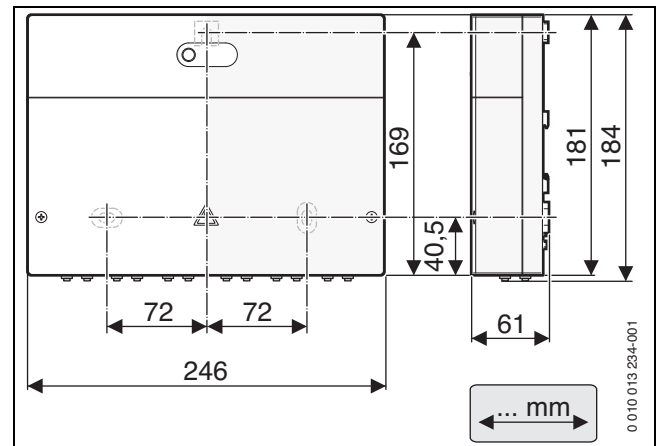
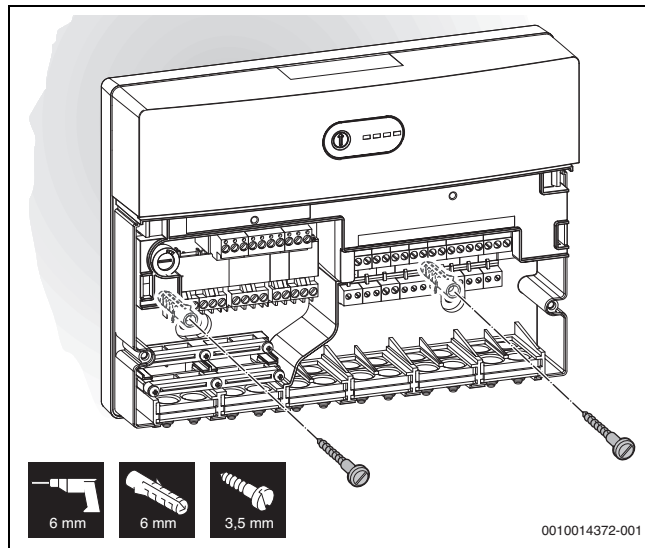
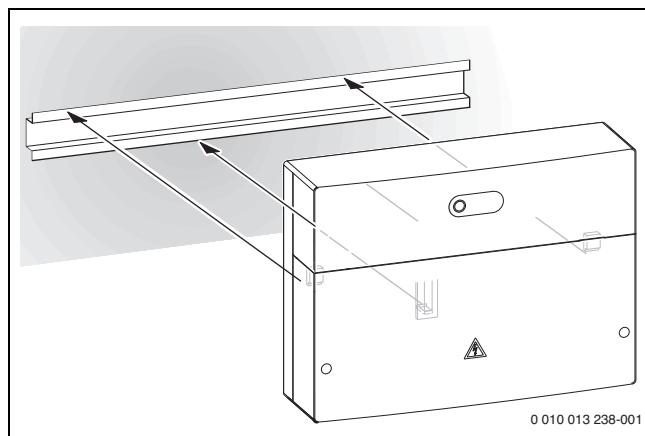

Fig. 12 Dimensions du module électronique
Fig. 15 Fixer le module électronique sur le mur
Fig. 16 Fixer le module électronique sur le rail de montage
► Installer le module sur un mur (→ Fig. 12 – Fig. 15), sur un rail de montage (→ Fig. 16) ou dans un module.